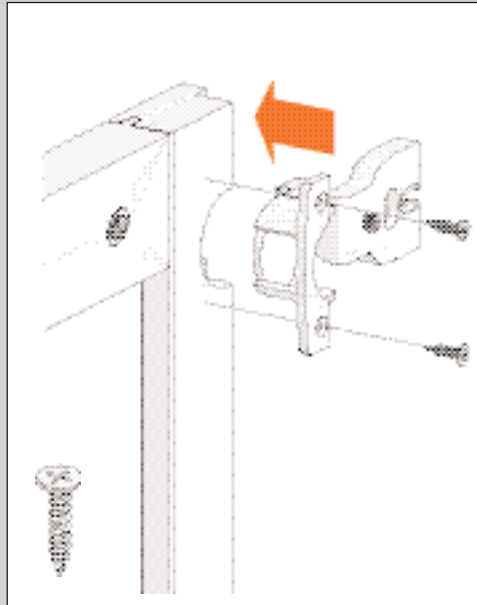

ABBILDUNG 7
5. Setzen Sie die Scharniere in die Aussparungen der Tür ein (siehe Abb. 7). Drücken Sie die Scharniere gut fest, damit sie flach in der Tür festsitzen.